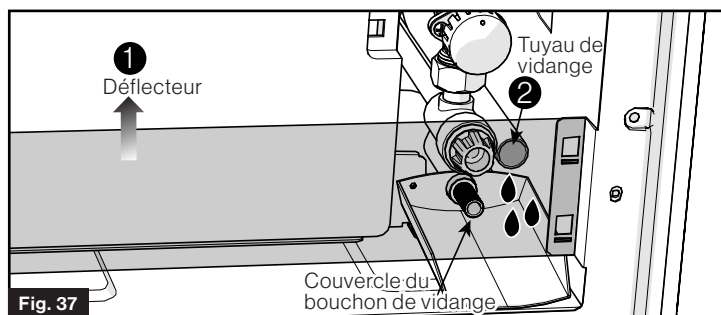

Fig. 37
5. Vérifiez s'il y a de l'eau dans le tuyau de vidange. (Fig. 37)